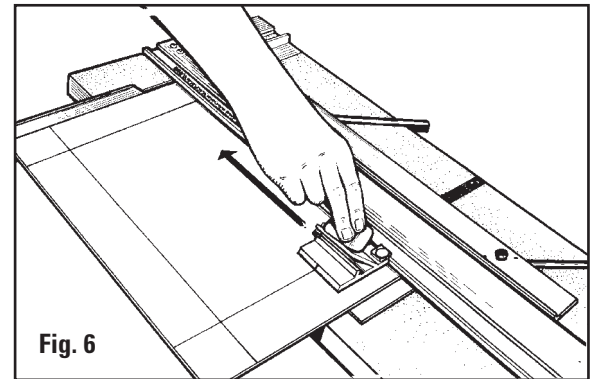

Fig. 6
- Relâchez le goujon anti-glissement et tirez la tête de découpe vers vous jusqu'à ce que le repère de début et de fin s'aligne avec la ligne tracée sur la feuille à passe-partout la plus proche de vous. NE DÉPASSEZ PAS CETTE LIGNE ! **Fig. 6**
- Lassen Sie den Kriechschutzstift los und ziehen Sie den Schneidekopf zu sich hin, bis die Start- und Stopp-Anzeigelinie mit der Ihnen am nächsten liegenden Linie auf dem Passepartoutkarton. GEHEN SIE NICHT ÜBER DIESE LINIE HINAUS! **Abb. 6**
- Libere el Pasador Anti-Arrastre y tire del cabezal del corte hacia usted hasta que la línea Indicadora de Inicio y Parada se alinee con la línea en la lámina perimétrica más cercana a usted. ¡NO VAYA MÁS ALLÁ DE LA LÍNEA! **Fig. 6**
- Rilasciare il perno antiscivolo e tirare la testa di taglio verso di voi finché l'indicatore di inizio e di fine non si allinei con la linea sul cartoncino più vicina a voi. NON SUPERARE LA LINEA! **Fig. 6**